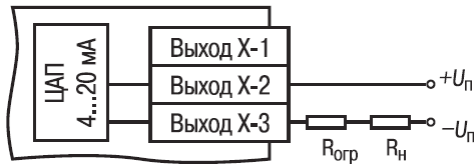

Рисунок 8.5
8.3.2.1 ЦАП 4...20 мА (маркировка И). Схему подключения см. рисунок 8.5).